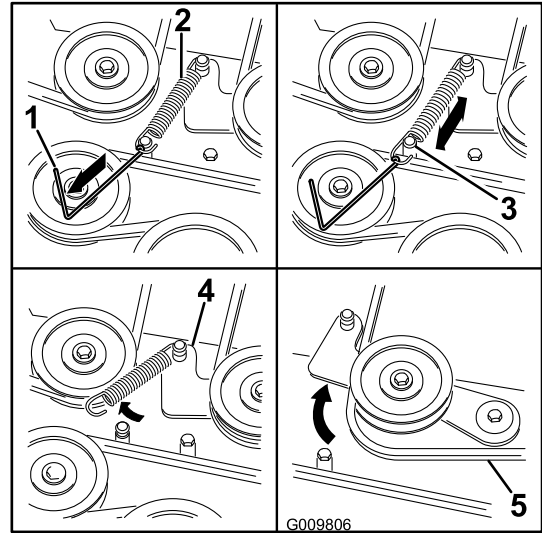

Figura 67
5. Usando una herramienta para la retirada de muelles (Pieza Toro N° 92-5771), retire el muelle tensor del espárrago de la carcasa para eliminar la tensión de la polea tensora (Figura 67).
1. Pase la correa nueva alrededor de las poleas del cortacésped y de la polea del embrague, debajo del motor (Figura 67).
2. Usando una herramienta para la retirada de muelles (Pieza Toro N° 92-5771), instale el muelle tensor sobre el gancho de la carcasa y tense la polea tensora y la correa (Figura 67).